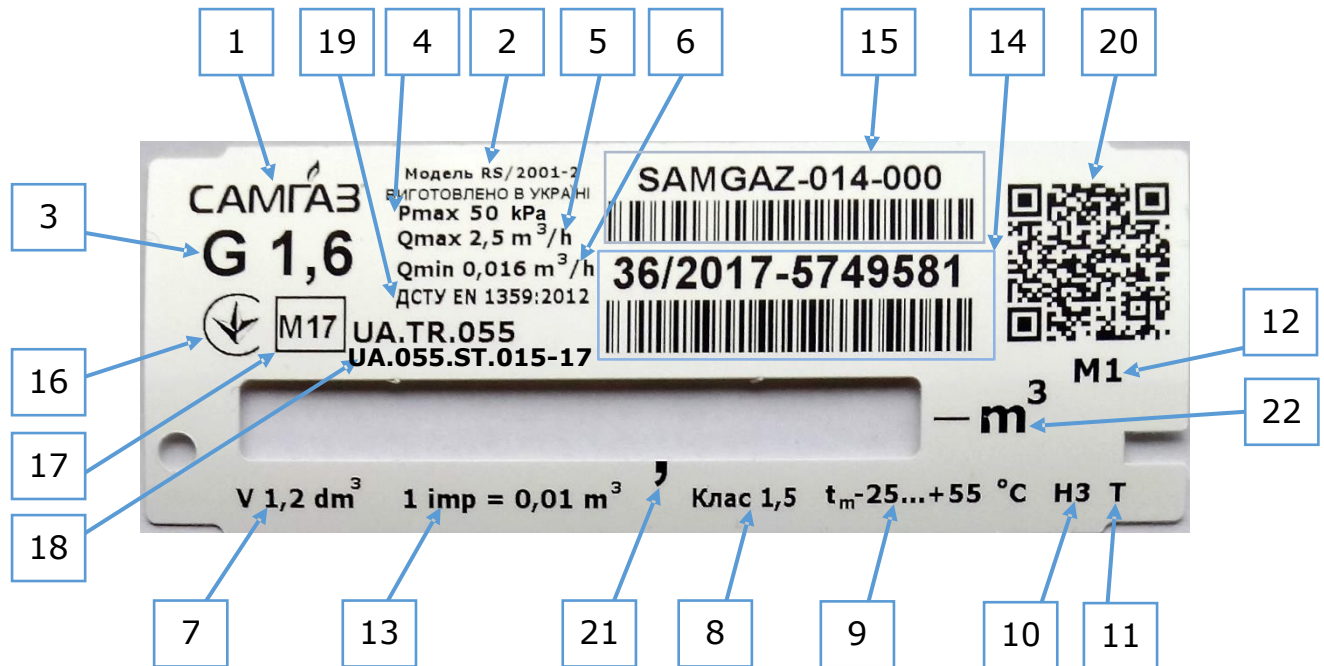
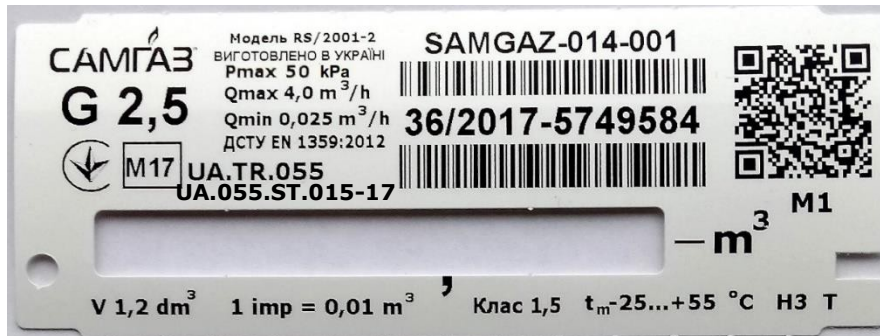

Рис. 3. Загальний вигляд маркувальної таблички (шильдика) лічильника газу типорозмір G1,6
Рис. 4. Загальний вигляд маркувальної таблички (шильдика) лічильника газу типорозмір G2,5
Лічильник можна ідентифікувати по маркувальній табличці (шильдiku) рис.3 (рис.4, рис.5, рис.6), яка розташована спереду лічильника під прозорою кришкою відлікового механізму (рис.1, рис.2).
На маркувальну табличку (шильдик) лічильника (рис.3) нанесено наступну інформацію:
- лінійний штрихкод Code128 (UPC/EAN-128) (поз.15 на рис.3) – назва виробника й виконання лічильника. Перелік виконань лічильників наведено в розділі 3 цієї настанови. Розшифрування позначення виконання лічильника:
- лінійний штрихкод Code128 (UPC/EAN-128) (поз.14 на рис.3) – тиждень, рік виготовлення та серійний номер лічильника;
- QR-код (поз.20 на рис.3) з наступними відомостями: